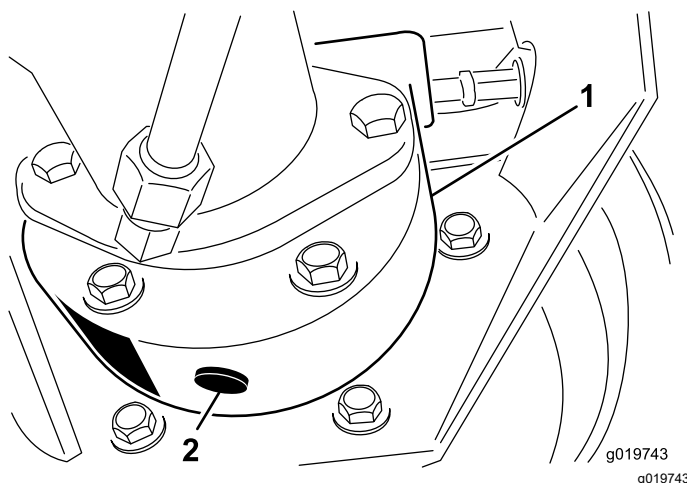

Figura 55
3. Mettete una bacinella sotto la scatola del freno, togliete il tappo di spurgo e lasciate defluire l'olio (Figura 55).